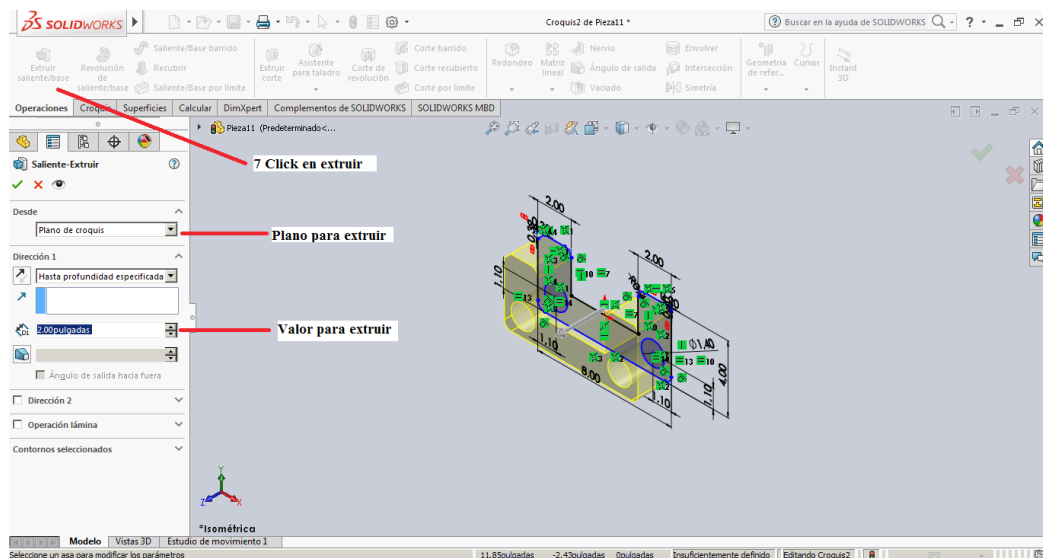

Figura 2-38
7. Para finalizar se realiza click sobre la pestaña de operaciones y se selecciona la herramienta Extruir Saliente Base con un valor de 2 pulgadas como se muestra en la figura 2-38